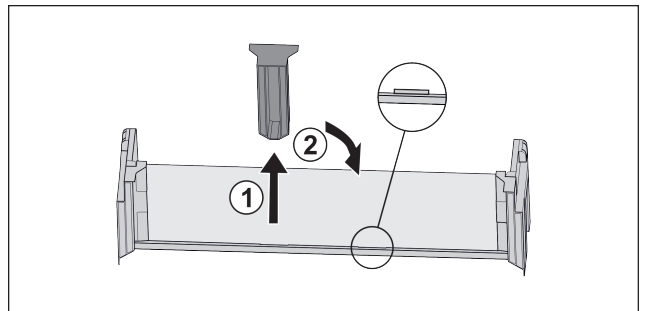

Fig. 85
- ▶ Extraire la pièce de retenue centrale Fig. 85 (1).
- ▶ Insérer la pièce de retenue centrale en deuxième position Fig. 85 (2).